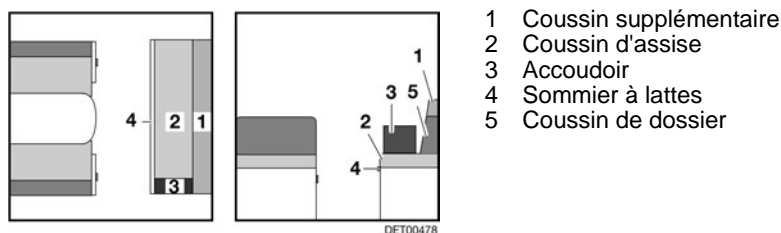

Fig. 101 Avant la transformation
- Retirer les accoudoirs (Fig. 101,3) de la banquette longitudinale et le placer de côté.